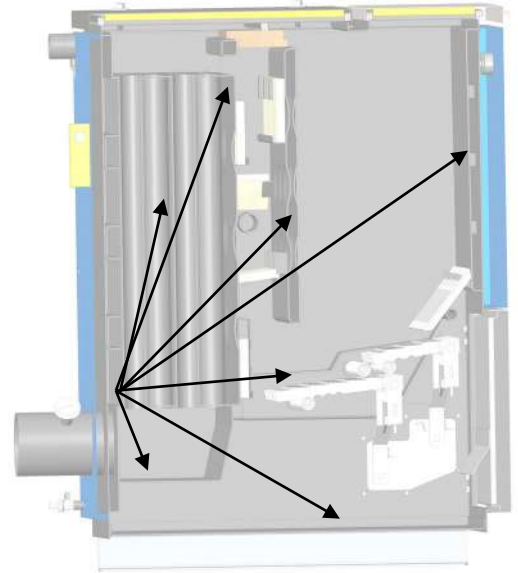

Рис. 22 Чистка котла:
- Открыть все дверцы котла рис.22 для свободного доступа к теплообменным поверхностям с нагаром.